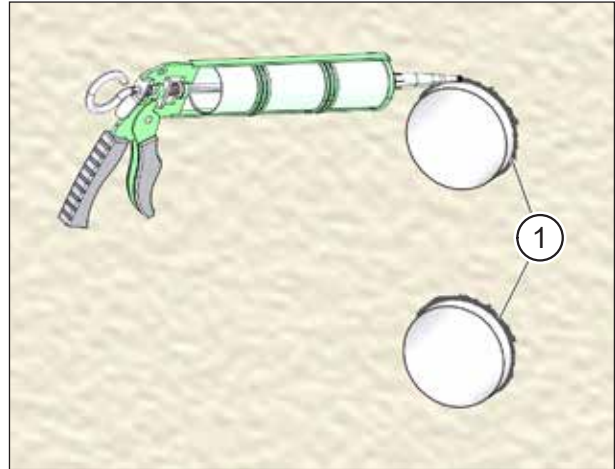

Abb. 29: Lüftungsrohre an der Außenwand abdichten
- ▶ Fasen Sie beide Rohrdurchbruchkanten (Pos. 1 in Abb. 29) mit ca. 5 x 45° ab, um einen Freiraum für die Dichtungsfugen mit dauerelastischem Dichtstoff zu schaffen.